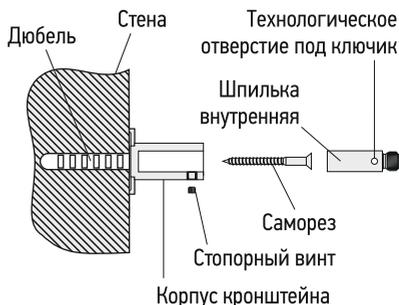

Рис. 2
- 4.2. Кронштейн (рис. 2).....1 к-т